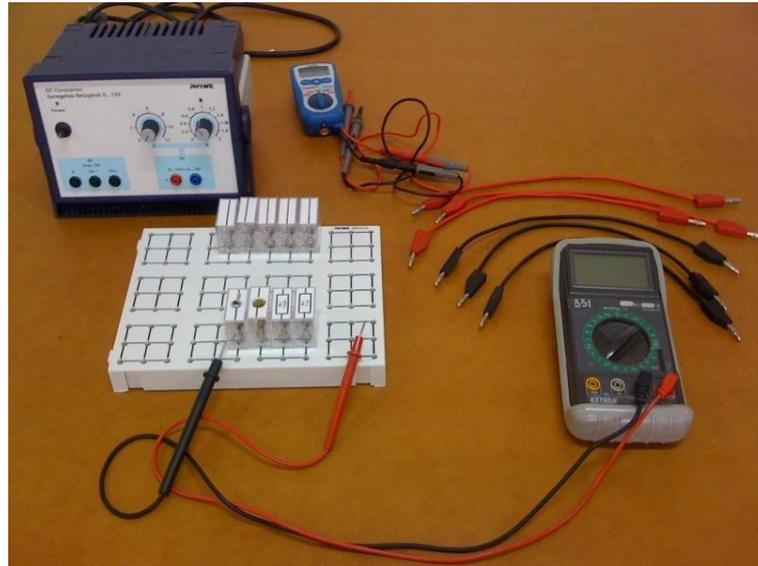

Figura 5.1: Montaje para el estudio de la ley de ohm
1. Realizar el montaje de la Figura 5.1; utilizando inicialmente la resistencia de 47Ω (designada como R1 en la Tabla 3.8).